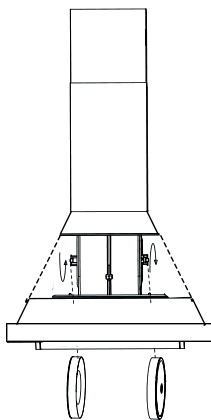

Рис. 5
3. Снять угольный фильтр, который находится внутри вытяжки на корпусе двигателя, вращая его против часовой стрелки (Рис. 5).
4. Затем, повторяя все шаги по пункту 3 в обратном порядке, установите новый фильтр на корпусе двигателя и поверните его по часовой стрелке для фиксации (Рис. 5).